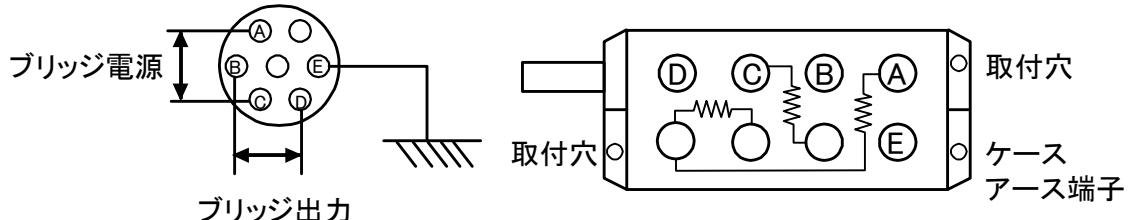

図4-1 ブリッジボックス概観
(1) 設置方法
- B)固定する場合には図4-1に示す取付穴を利用してビス止めします。
(2) ブリッジボックスの結線(5370, 5373, 5379, 5380)
- A)コネクタの結線は、図4-1に示すようにピン番号A、Cがブリッジ電源の供給で、B、Dが動ひずみ測定器への入力となります。Eはコモン端子です。